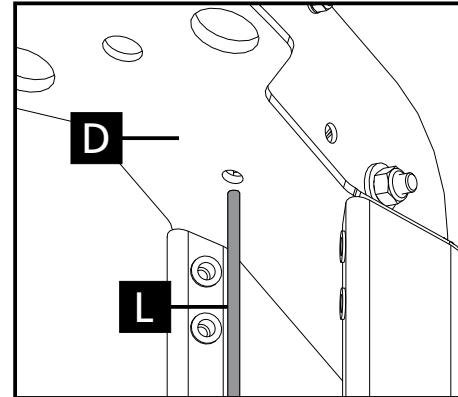

Figura 6-2
2 - Após passar a haste do peso fracionado (L) pelo furo localizado na parte superior da torre (D), trave a haste utilizando a porca (9). (Figura 6-2).